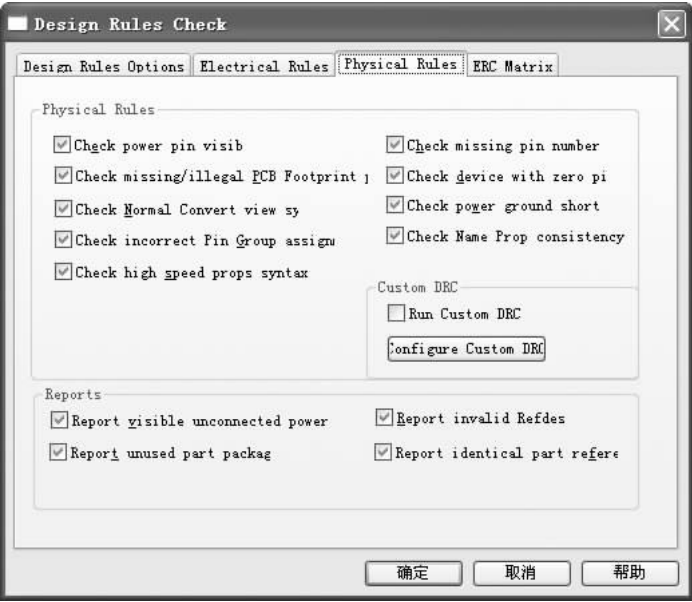

图 7-3 “Physical Rules（物理规则）”选项卡
- Run Physical Rules: 勾选此复选框,运行物理规则。可打开“Physical Rules (物理规则)”选项卡,如图 7-3 所示,设置要检查的电气规则。